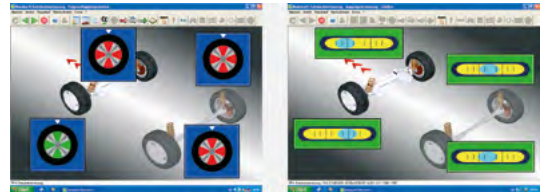

Bild 3: Felgenschlagkompensation
- Felgenschlagkompensation durch Drehen der Räder bei waagrecht Messwertaufnehmern durchführen (Bild 3).